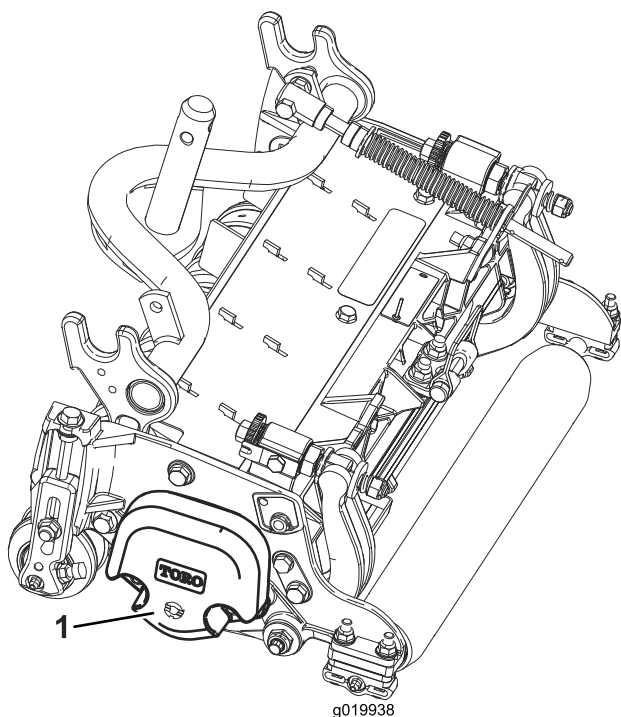

Рисунок 3
4. Убедитесь, что противовес (**Рисунок 3**) установлен с соответствующего конца режущего блока, как описано в *Руководстве оператора*.